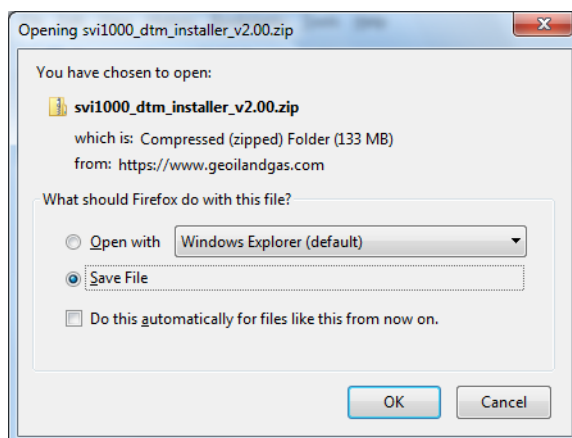

Figura 11 - Apertura della finestra di dialogo
2. Selezionare **Download** sotto **SVi1000 DTM** e comparirà la Figura 11.